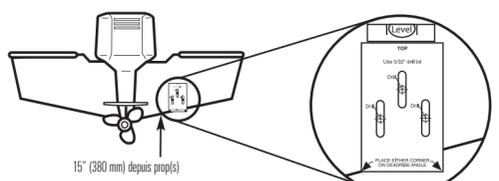

Figure 5
- Un bateau qui se déplace sur l'eau génère une traînée de turbulences causées par son poids et la propulsion de l'hélice (des hélices), peu importe si elle(s) tourne(nt) dans le sens horaire ou antihoraire. Ces turbulences se limitent normalement aux zones situées directement à l'arrière des membrures, virures ou rangées de rivets sous le bateau et dans la zone immédiate de l'hélice (des hélices). Les hélices à rotation horaire créent plus de turbulences à bâbord. Sur les bateaux munis d'un moteur hors-bord ou semi-hors-bord, il vaut mieux placer le transducteur à une distance d'au moins 380 mm (15 po) à côté de l'hélice (des hélices). (Figure 5)